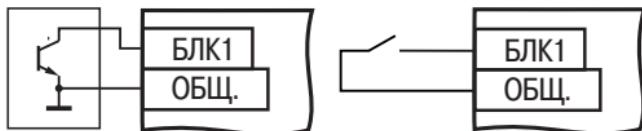

Рисунок 3.7
3.2.1.5 **Сигнал «блокировка»** запрещает запуск формирователя импульсов. При его снятии произойдет выход на заданный уровень мощности. В качестве источника сигнала «блокировка» могут применяться электронные устройства, имеющие на выходе сигнал TTL-уровня, транзистор *n-p-n*-типа с открытим коллекторным выходом или контакты кнопки, тумблера, геркона или реле (рисунок 3.7). Активный уровень сигнала «блокировка» – низкий. Всего в блоке два входа блокировки. Блок переходит в состояние «блокировка» при наличии активного сигнала хотя бы на одном из них.
- **Блокировка.** Блок переходит в это состояние из состояния **Работа** при подаче сигнала блокировки (см. рисунок 3.7). Это состояние длится до тех пор, пока сигнал